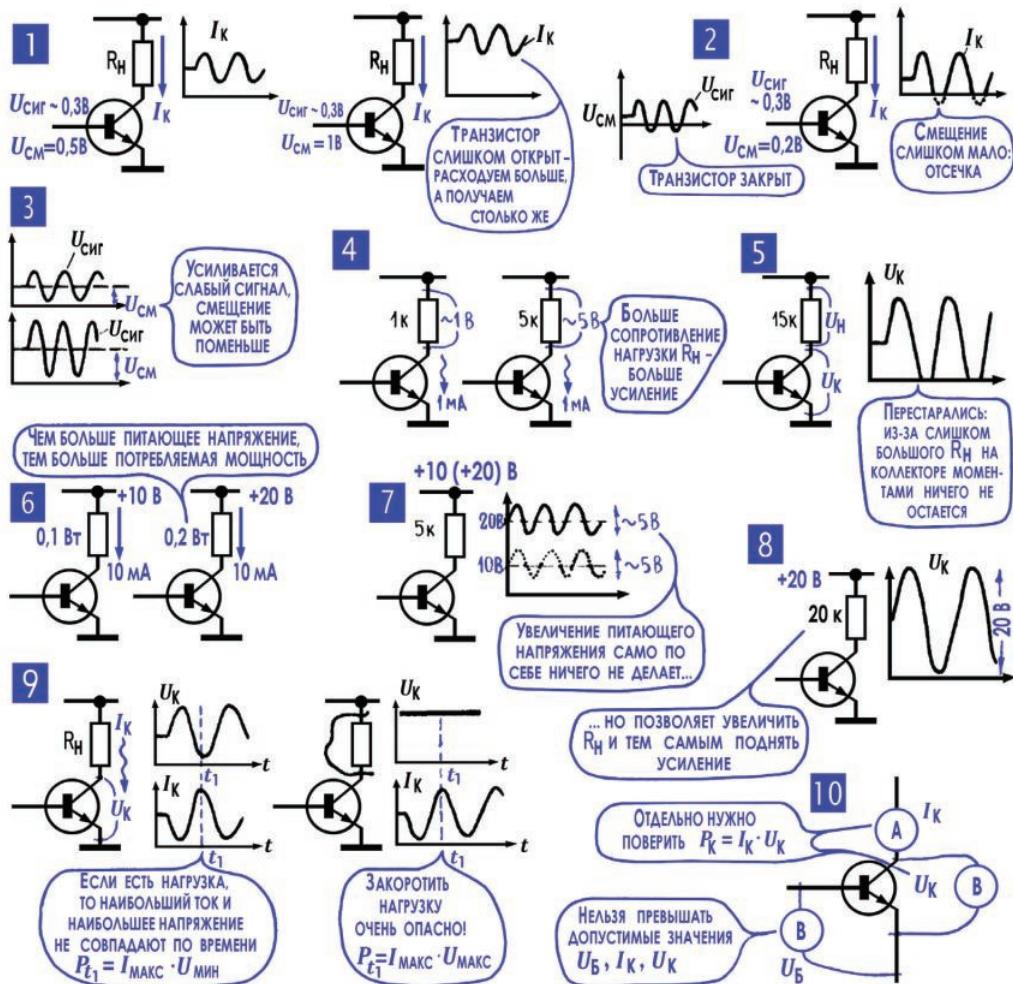
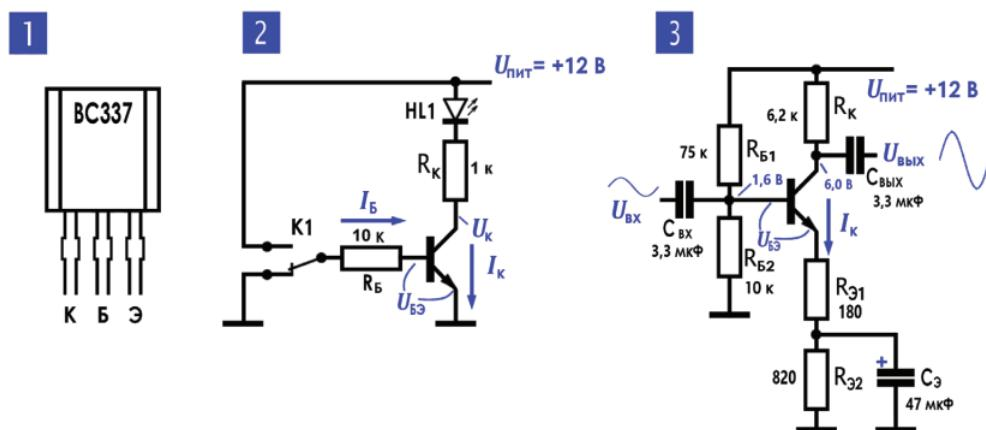

Рис. 10.12. Режимы транзистора в схеме усиления сигналов
Рис. 10.13. Усилиительные свойства транзистора
**Соображение № 1.** Чем больше напряжение смещения на базе  $U_{cm}$ , тем больше коллекторный ток, а значит, и мощность, потребляемая транзистором. Для экономного расходования коллекторной батареи смещение на базу следует делать поменьше (рис. 10.12; 1).
**Соображение № 2.** Слишком малое смещение может привести к искажениям: в какие-то моменты «минус» входного сигнала перекроет «плюс» смещения, транзистор окажется запертым, произойдет отсечка коллекторного тока (рис. 10.12; 2).
**Соображение № 3.** Смещение на базу устанавливают с учетом уровня входного сигнала ( $U_{sig}$ ): чем меньше этот сигнал, тем меньше можно открывать транзистор, экономя при этом энергию батареи (рис. 10.12; 3).
**Соображение № 4.** С увеличением сопротивления нагрузки растет переменное напряжение на ней, а значит, и мощность усиленного сигнала на выходе усилителя (рис. 10.12; 4).
**Соображение № 5.** Но при слишком большом сопротивлении нагрузки напряжение на ней окажется настолько большим, что в какие-то моменты на коллекторе вообще ничего не останется (насыщение транзистора). И опять-таки возникнут искажения сигнала (рис. 10.12; 5).
**Соображение № 6.** Увеличивая напряжение питания, мы, по сути дела, увеличиваем мощность, потребляемую от батареи, а также мощность, которая расходуется на нагрев транзистора (рис. 10.12; 6).
**Соображение № 7.** Само по себе увеличение питающего напряжения ничего не дает: переменная составляющая коллекторного тока и переменное напряжение на нагрузке какими были, такими и останутся (рис. 10.12; 7).
**Соображение № 8.** Но в то же время если поднять напряжение питания, то появится возможность увеличить сопротивление нагрузки и получить большее напряжение на нагрузке, не опасаясь отсечки или насыщения11 (рис. 10.12; 8; соображение № 5).
**Соображение № 9.** Уменьшение сопротивления нагрузки  $R_h$  и тем более ее короткое замыкание могут представлять большую опасность для транзистора, прежде всего для мощного. Вспомните: мощность, которая рассеивается на транзисторе и нагревает его, – это произведение коллекторного тока на коллекторное напряжение. При включенной нагрузке максимальному коллекторному току соответствует минимальное напряжение на коллекторе, и получаемая транзистором мощность сравнительно невелика. А вот если сопротивление нагрузки равно нулю, то напряжение на коллекторе всегда равно напряжению питания. И в момент максимального коллекторного тока в транзисторе может выделиться настолько большая мощность, что он ее просто не выдержит (рис. 10.12; 9).
Разводка выводов эмиттера, базы и коллектора для обычных маломощных транзисторов в пластиковом корпусе с гибкими выводами (в том числе и упомянутого ВС337) показана на рис. 10.13; 1. Однако стандартов на этот счет не существует, потому будьте осторожны: если у вас незнакомый тип транзистора, то обязательно проверьте его разводку выводов по фирменному описанию.
Для начала соберем простую ключевую схему (рис. 10.13; 2). Она аналогична простейшей схеме с заземленным эмиттером (см., например, рис. 10.12), за исключением того, что здесь установлен базовый резистор  $R_b$ , который ограничивает ток через переход база–эмиттер. Этот переход представляет собой фактически обычный диод, и напряжение на нем не может превышать 0,6–0,7 В (см. «Примечание редактора» к разделу 4 этой главы). Если принудительно подать более высокое напряжение, например замкнув базу накоротко на шину питания, переход просто горит, и транзистор выйдет из строя. Резистор  $R_b$  и призван ограничить ток базы до безопасных величин (не более, чем примерно 1 мА) при любом подключении.
При замыкании переключателя K1 с общим проводом (как показано на рис. 10.13; 2) через базовый резистор  $R_b$  ток не течет, транзистор заперт – через цепь коллектор–эмиттер ток не проходит, светодиод не горит. Если при этом измерить напряжение на коллекторе  $U_k$ , то оно окажется равным напряжению питания  $U_{пит}$ .
Как рассказано в этой главе ранее, для обеспечения режима усиления надо обеспечить подачу нужного смещения на базу транзистора. Можно попробовать сделать так, как предлагается на рис. 10.12, например подключить базу через делитель напряжения и тонко регулировать напряжение на ней, пока не добьемся  $U_k$ , примерно равного половине напряжения питания. Но на самом деле так мы не получим ничего хорошего: установка другого экземпляра транзистора с другим коэффициентом усиления заставит нас все регулировать заново (коэффициент  $\beta$  от экземпляра к экземпляру может меняться в разы, см. см. табл. 10.1). И даже такая индивидуальная настройка не поможет: стоит измениться температуре, как установленное значение  $U_k$  опять «уплынет» (см. также «Примечание редактора» к разделу 4 этой главы).
Поэтому мы не будем рассматривать промежуточные попытки добиться уверенной работы от транзисторных усилительных схем, а сразу перейдем к практическому воплощению стабильной схемы усилительного каскада, показанной на рис. 10.11; 2, несколько усложнив ее в сравнении с оригиналом. Результирующая конструкция показана на рис. 10.13; 3. Достоинство этой схемы заключается в том, что ее характеристики не зависят от выбора транзистора, лишь бы его собственный коэффициент усиления не был меньше примерно 70–80 (а этому условию удовлетворяют все современные маломощные транзисторы). Не слишком чувствительна схема и к изменению напряжения питания, хотя для обеспечения максимальной амплитуды сигнала на выходе подстройка под выбранное напряжение все-таки необходима.
Расчет схемы (рис. 10.13; 3) начнем с того факта, что усилительный каскад на маломощном кремниевом биполярном транзисторе наилучшим образом работает, если коллекторный ток покоя равен 1 мА. Необязательно соблюдать эту величину совершенно точно, но и сильно отклоняться от нее в обычных случаях не рекомендуется. Коллекторный ток для схемы с резистором в эмиттерной цепи задается напряжением на базе, которое оказывается на величину  $U_{б_0} = 0,6$  В больше, чем напряжение на эмиттерном резисторе. Этот резистор в данном случае складывается из двух резисторов  $R_{91} + R_{92}$ , то есть равен 1 кОм. Таким образом, чтобы ток был равен 1 мА, напряжение на эмиттере должно быть равно 1 В, а на базе, соответственно, 1,6 В. Обеспечивает такое напряжение при питании 12 В делитель  $R_{61}$  (75 кОм) и  $R_{62}$  (10 кОм). Надо учитывать, что такой расчет приблизителен –